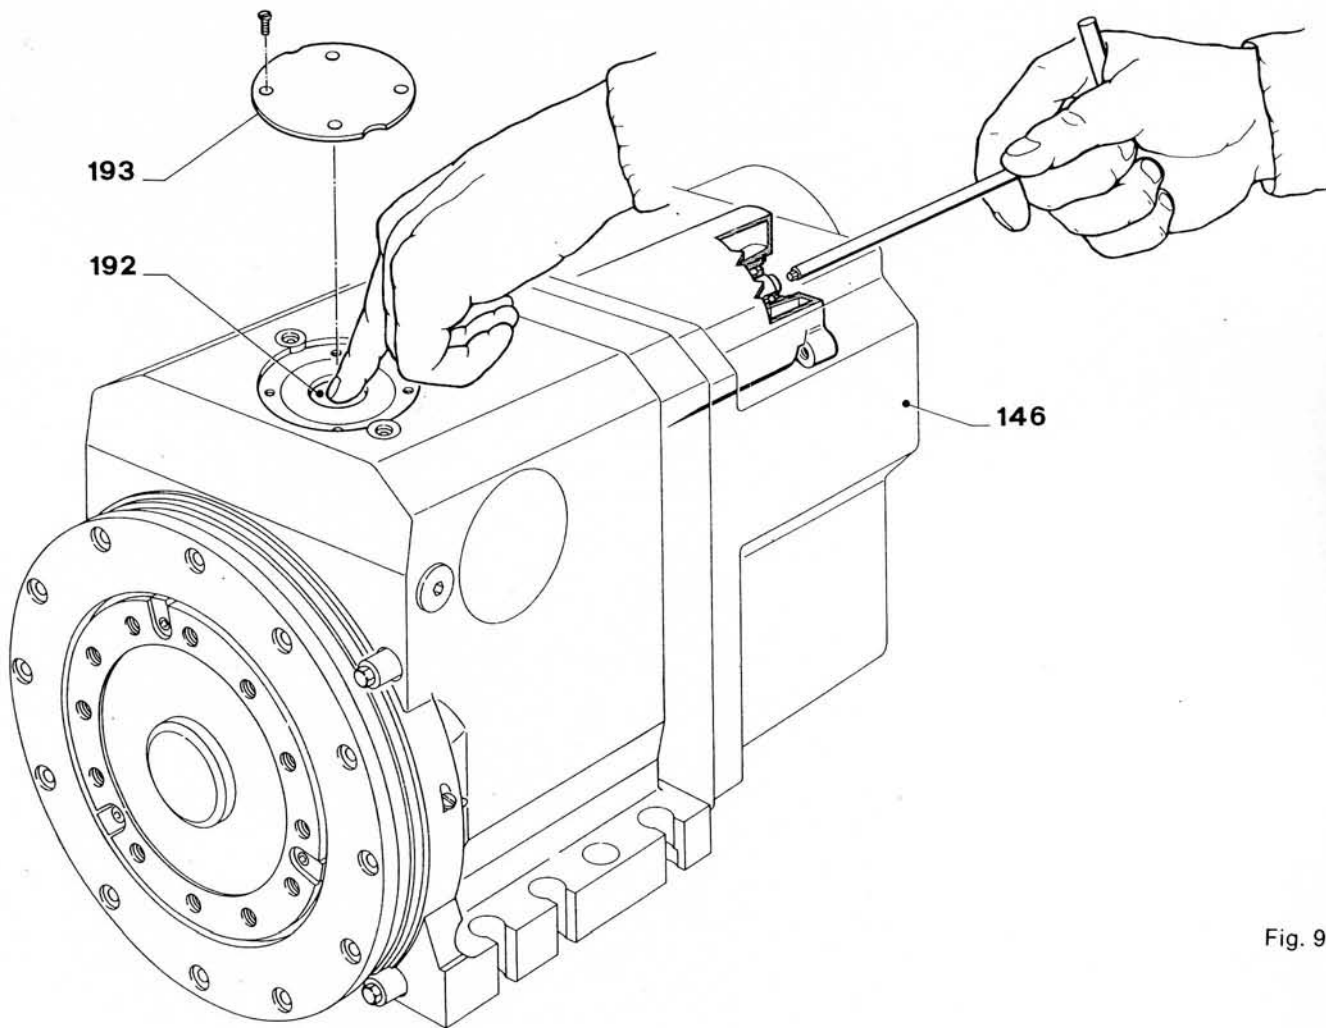

Fig. 9
- Den Deckel der Magnetspule (193) entfernen.
- Den hinteren Deckel (146) demontieren.
- Das Teil (192) von Hand nach unten schieben und gleichzeitig unter Verwendung eines Schlüssels, wie in Abb. 9 dargestellt, den Motor drehen.
- Die Motorwelle so lange drehen, bis das Teil (192) den Zapfen in die einer Position entsprechenden Nut hineindrückt hat; immer das Teil (192) gedrückt halten.
- Die Drehbewegung der Motorwelle fortsetzen. Wenn diese Drehbewegung plötzlich zum Stillstand kommt, indem man immer das Teil (192) gedrückt hält, ist die Drehrichtung des Motors umzudrehen.
- Wenn die Drehrichtung richtig ist, kann man beobachten, daß der Ring (141 auf Seite 11) sich nach außen verschiebt und anzeigt, daß der Werkzeugrevolver verriegelt wird. Das einwandfreie Verriegeln tritt ein, wenn der Ring (141) sich in seiner äußersten Stellung befindet (bevor er wieder mit dem Eintritt geginnt); in diesem Zustand muß der Fühler (105) erregt sein.
- *Remove the solenoid cover (ref. 193).*
- *Remove the back cover (ref. 146).*
- *Push by hand down wards the part (ref. 192) and contemporarily, by means of a key as stated in Fig. 9, rotate the motor.*
- *If the rotation direction is the right one you can see the ring ref. 141 page 11 is moving towards the outside signalling that the turret is going to be locked. Right locking is got when the ring ref. 141 is in the top position (before starting to recover); in this situation the proximity switch must be energized.*